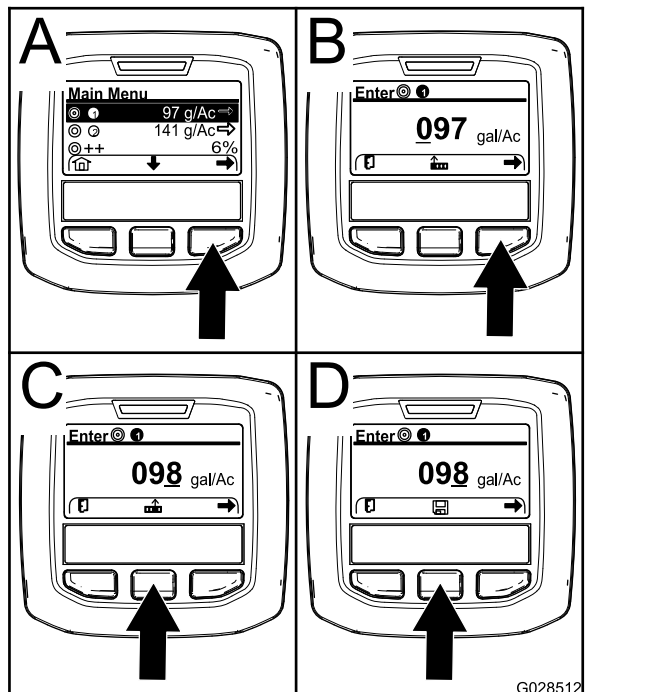

図 67
2. 必要に応じ、中央ボタンを押して散布レートその1散布プログラム1を表示させる 図 67。
3. 右ボタンを押すと散布レート1が選択される 図 67 のA。
- カーソルを右の桁に移動させるには右ボタン 図 67 のBを押す。
- 数値を大きくするには中央ボタン 図 67 のCを押す。
- 注** 中央ボタンの上に「保存」アイコンが表示されます (図 67 のD)。
6. 中央ボタン 図 67 のDを押して設定を保存する。